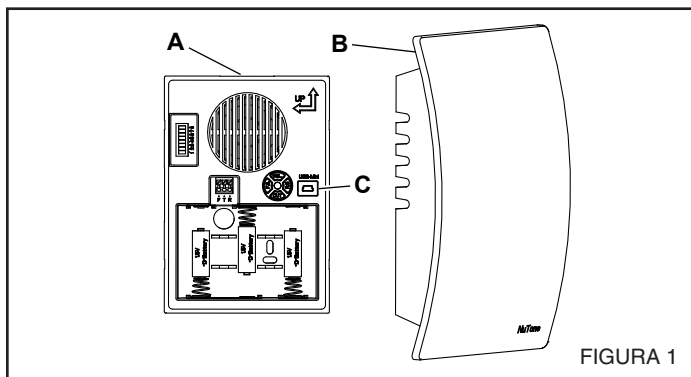

FIGURA 1
1. Quite la cubierta del timbre (B) de la base del timbre (A). Tal vez necesite insertar un dedo en el orificio grande al reverso de la base del timbre. (Figura 1)
1. Inserte un extremo del cable miniatura de USB en la clavija USB del mecanismo del timbre (C). (Figura 1)
- Coloque la cubierta (B) sobre la base del timbre (A) y presione hacia abajo para instalarla. Un "clic" confirmará que está fija con firmeza. (Figura 1)